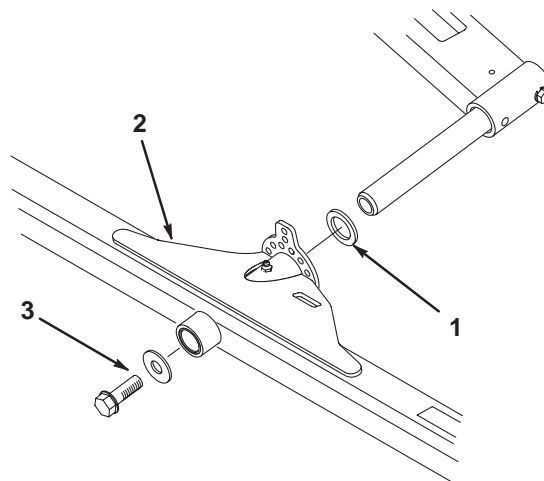

図 10
1. 昇降アームのピボット・ロッドにスラストワッシャを通す (図10)。
2. ピボット・ロッドに、カuttingユニットのキャリアフレームを取り付け、平ワッシャとフランジヘッド・キャップスクリューで固定する (図10)。